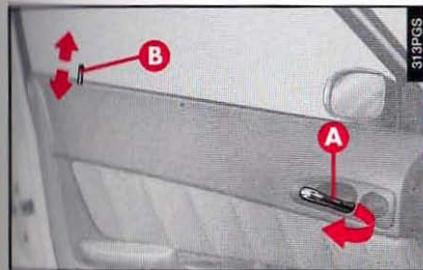

fig. 22
Portes avant (fig. 22):
– **De l'intérieur:** les portes fermées, presser l'un des pommeaux (B-fig. 22) sur les portes avant, enclencher (bloquer) le verrouillage centralisé.
AVERTISSEMENT Pour les portes avant, il n'est pas possible de garder en position baissée le pommeau (**B-fig. 22**), si la porte n'est pas fermée correctement.